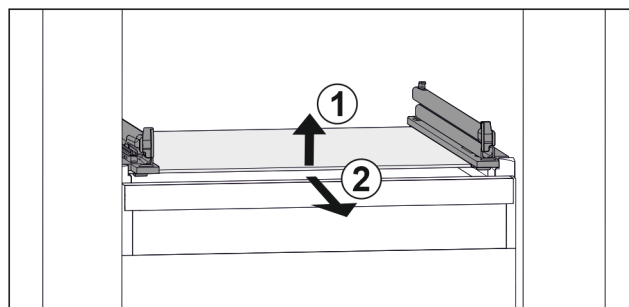

Fig. 120 Exemple de représentation de la tablette en verre
- ▶ Soulever la tablette en verre par l'avant. Fig. 120 (1)
- ▶ Retirer la tablette en verre par l'avant. Fig. 120 (2)